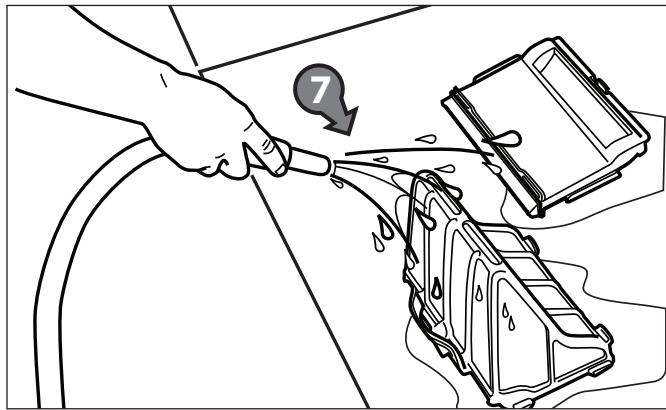

**Figura 24. Levante la tapa del limpiador**
5. Empuje el cierre de la tapa (1) y levante la tapa (2) hasta que quede fija en posición vertical. (Figura 24).